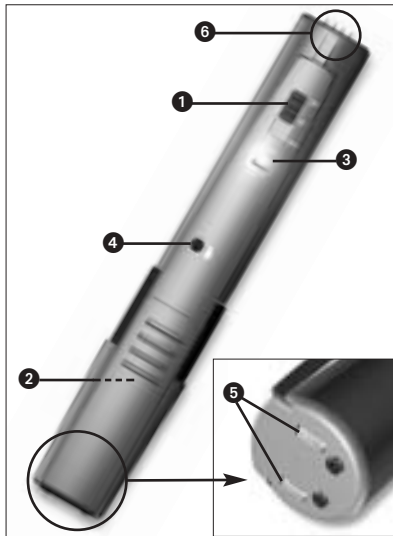

Fig. 1: Elementos de mando del TM 40
2.5 Elementos de mando (véase Fig. 1)